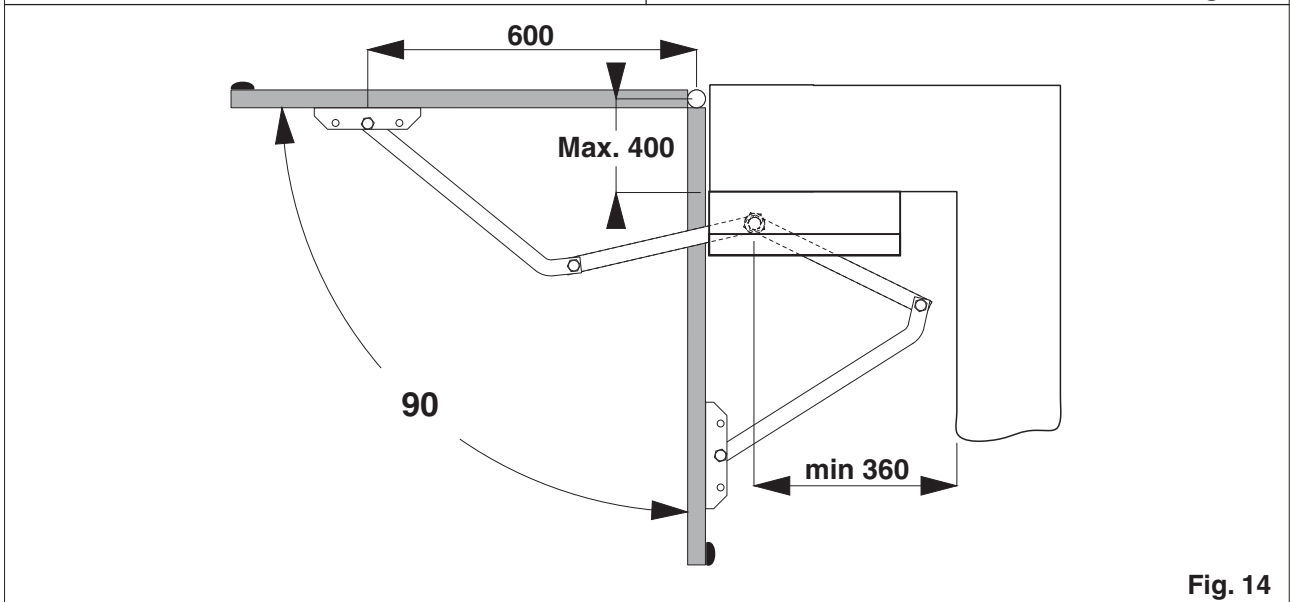

Fig. 14
- Fissare la piastra di fissaggio al pilastro del cancello, secondo le misure indicate nelle figure 14 e 15 a seconda del tipo di installazione.